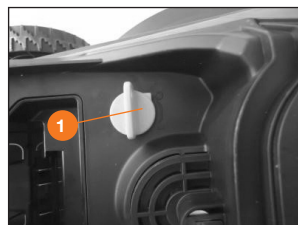

Рис. 41
1. Переведите ключ включения **1** в положение **ВКЛ** (Рис. 41).